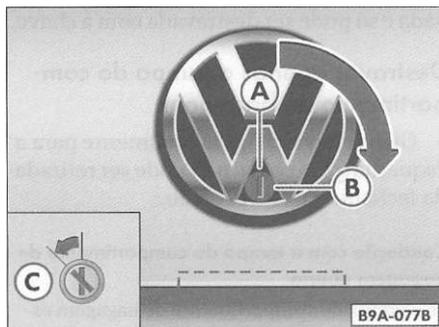

Fig. 44 Tampa do compartimento de bagagem: abertura por fora
A maçaneta de abertura está localizada em baixo da tampa => fig. 44, na área destacada com a linha azul.
- Gire a chave até a posição vertical @ => fig. 44
- Puxe a maçaneta de abertura => fig. 44 e abra a tampa do compartimento de bagagem.
- Gire a chave para a posição horizontal ® => Página 62, fig. 44. A tampa do compartimento de bagagem fica permanentemente travada e só pode ser destravada com a chave.
- Gire a chave => Página 62, fig. 44 totalmente para a esquerda ©. A chave não pode ser retirada da fechadura nesta posição.